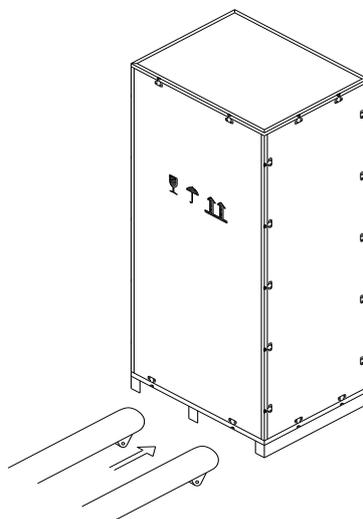

Fig.3-3 Trasporto verso il luogo d'installazione
2. Trasportare l'apparecchiatura con un carrello elevatore presso il luogo d'installazione scelto, come rappresentato in fig. 3-3.